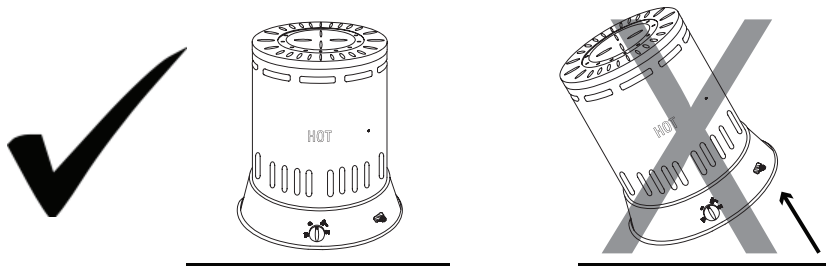

Figura 1
**⚠ ADVERTENCIA** ¡RIESGO DE INCENDIO! ¡COLÓQUELO SIEMPRE SOBRE UNA SUPERFICIE ESTABLE Y NIVELADA! (VEA LA FIGURA 1)